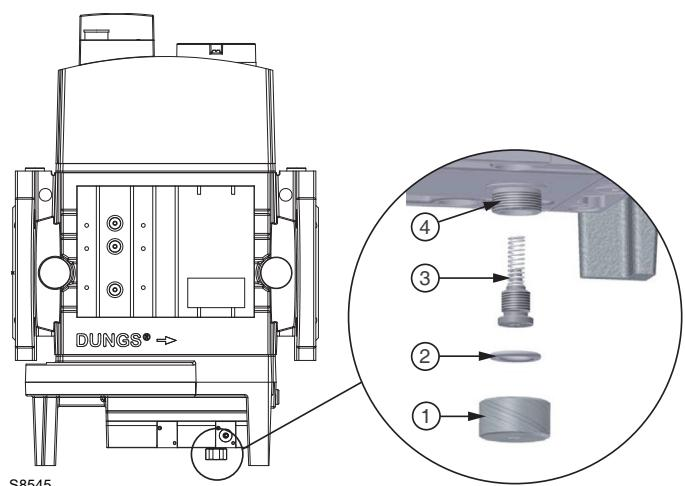

Fig. 10
Si fueran necesarias presiones de salida diferentes, hay que solicitar el muelle adecuado entre los previstos como accesorio y proceder a su sustitución como se indica en Fig. 10.
- Desenroscar con atención el tapón de protección 1)(Fig. 10) y verificar que la junta 2) esté íntegra en su alojamiento;
Leyenda (Fig. 10)